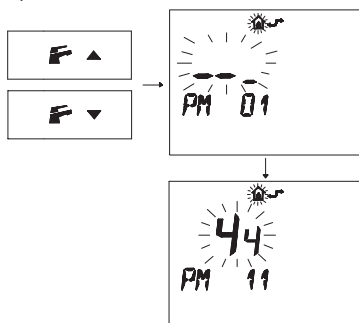

Figura 5.43
- Premere i pulsanti F (🔧) ▼ o F (🔧) ▲ per visualizzare la programmazione "PM11" della postcircolazione pompa (Figura 5.43).